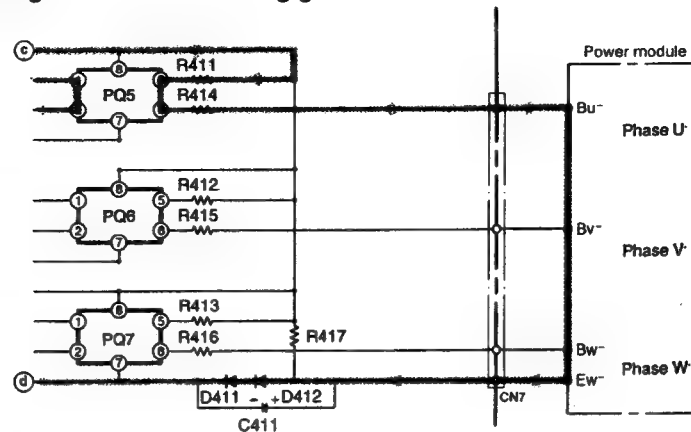

Abb. 7-4
Abb. 7-4 zeigt den Antriebsschaltkreis des unteren Arms.
- Wenn der Stift 26 des Mikrocomputers von "Hi" auf "Lo" wechselt, schaltet ein Fotokoppler zwischen den Stiften 1 und 2 des PQ5 ein, so daß ein Strom in Richtung Klemme © → R411 → PQ5 → R414 → Klemmen Bu- des Leistungsmoduls → Klemmen Eu- → D412 → D411 - Klemme ④ fließt und die Transistoren des unteren Arms antreibt (Abb. 7-4).